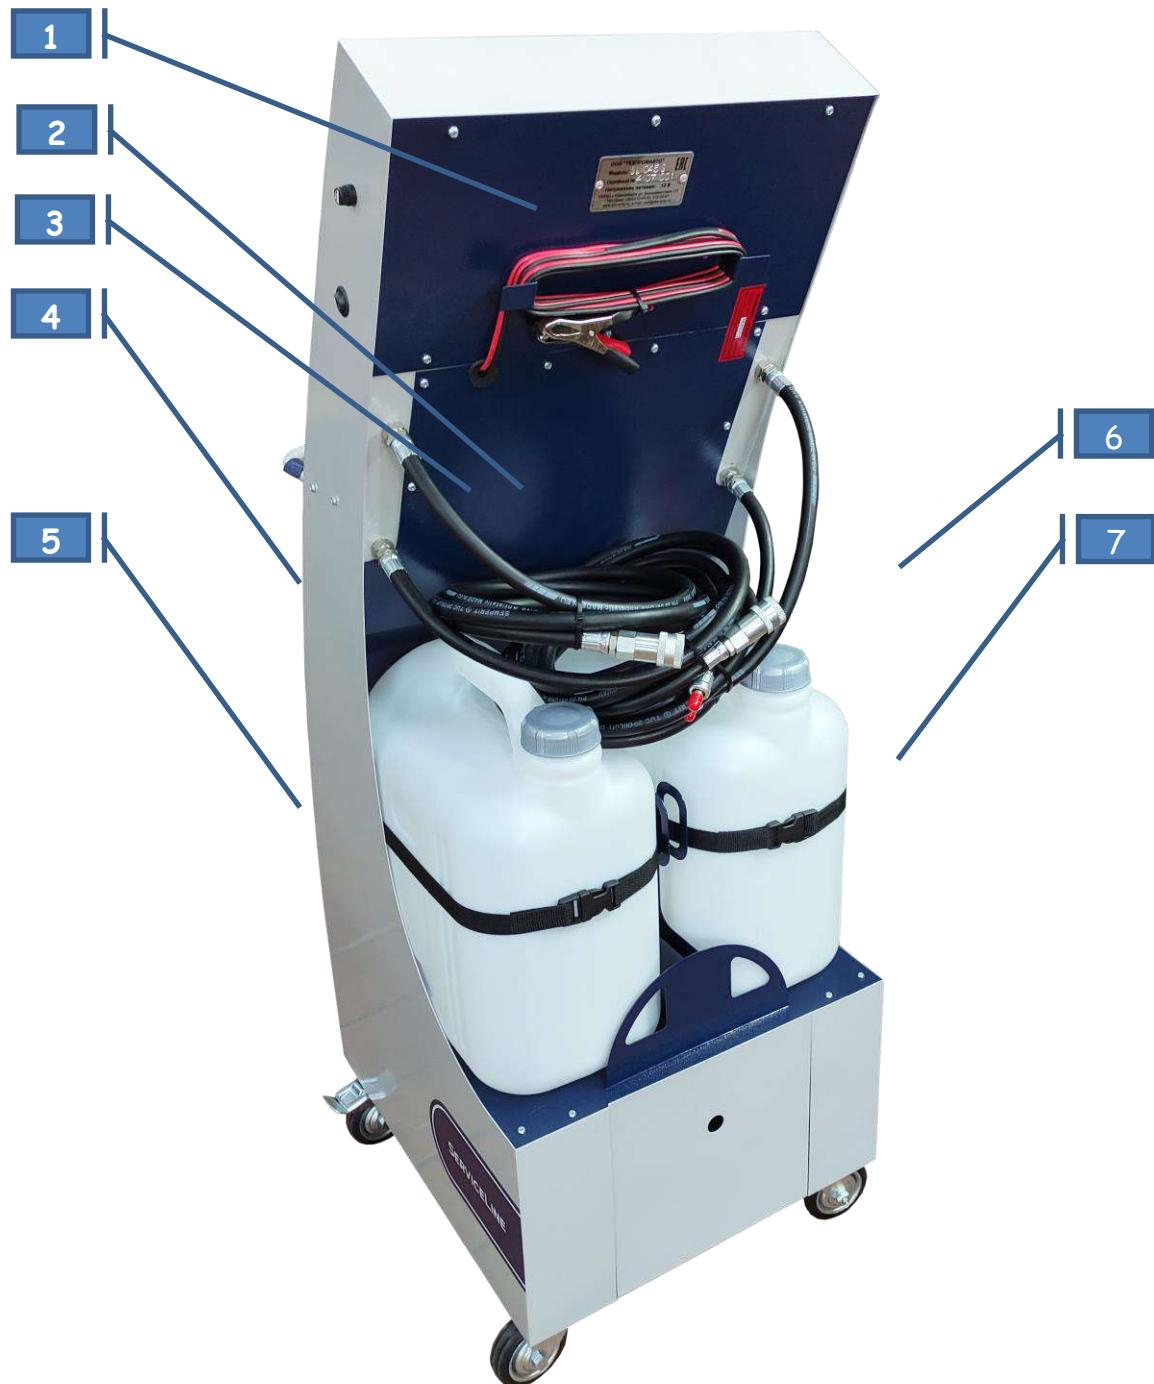

Рис. 3
4. К адаптерам подключить с помощью БРС (п.2, п.3 рис.3) рабочие шланги установки, в произвольном порядке (установка снабжена автоопределением потока)
- 20. Отсоединить Рабочие шланги установки (пп. 5,6 рис.3) от адаптеров и убрать в отведенное для их хранения место.
- 22. Вынуть из емкостей Сливной и Зaborный шланги установки (пп. 8,9 рис.3) и убрать в отведенное для их хранения место.